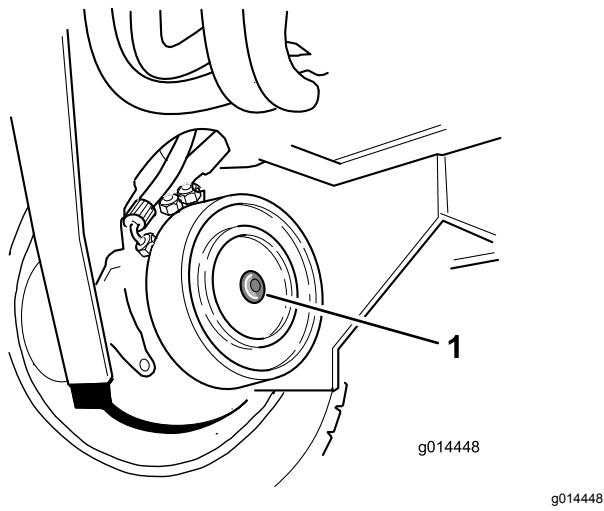

Figura 35
2. Identifique o conjunto de travões de disco do motor da roda da frente do lado direito e retire o tampão hexagonal (Figura 35).